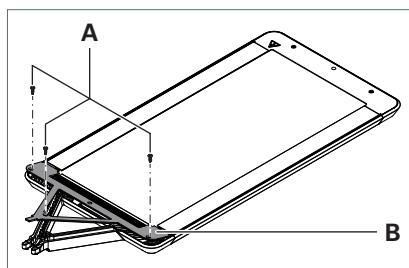

Fig. 1: Abdeckung entfernen.
- ▶ Drehen Sie die Schrauben **A** aus der Abdeckung **B**, siehe Fig. 1.